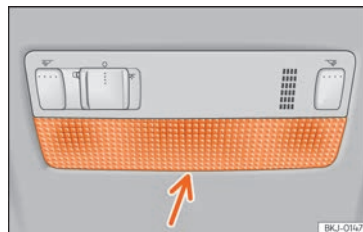

Fig. 56 Luz de lectura delantera.
- Introduzca un destornillador fino por su parte plana entre la carcasa y el cristal »» **fig. 56**.